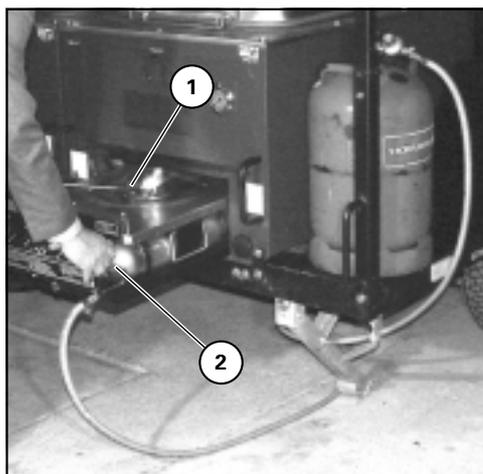

Bild 74 Universalbrenner mit Zündlunte entzünden
**VORSICHT** Bei eventuellen Leckagen im **gesamten** Gassystem wird die Gaszufuhr gesperrt. Den Hochdruckverbindingsschlauch dann auf Undichtigkeit prüfen und ggf. wechseln. Lässt sich am Hochdruckverbindingsschlauch keine Undichtigkeit feststellen, muss die Leckage in der Gaseinrichtung des Universalbrenners sein. Universalbrenner nicht in Betrieb nehmen. **Lebensgefahr!** Universalbrenner zur Instandsetzung melden. Den Universalbrenner immer soweit aus dem Brennereinschub des jeweiligen Moduls herausziehen, bis der Diffusor an der Modulkante ist (siehe Bild 74).